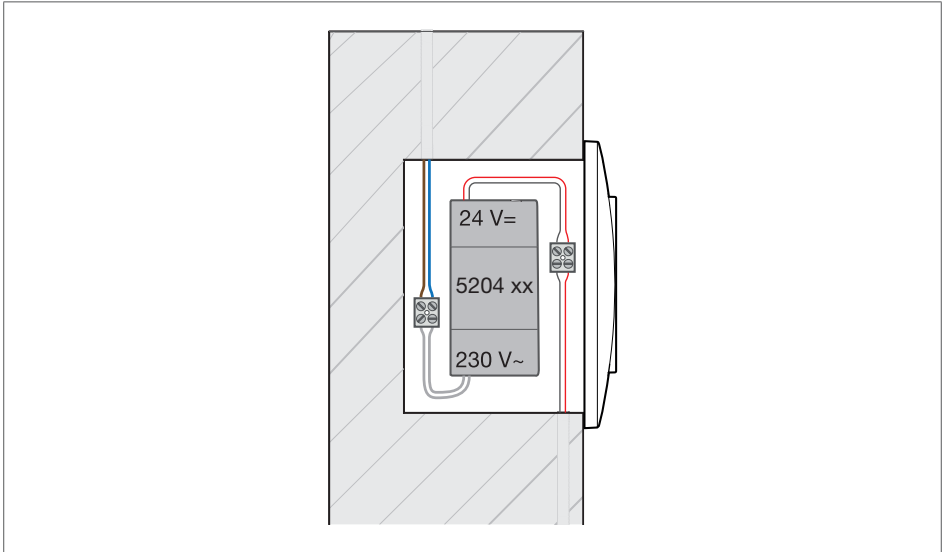

Bild 16: Abschottung 230 V~ und 24 V= mittels Netzteil
- Netzteil so in die Gerätedose installieren, dass der Anschluss der 230 V- von dem der 24 V-Leitungen getrennt bleibt. Dazu das Netzteil zur Abschottung nutzen (Bild 16).